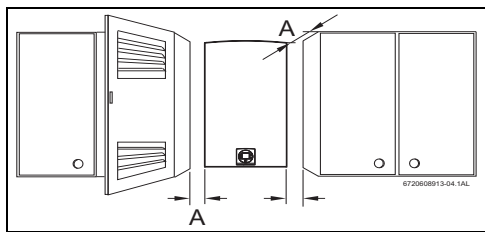

Рис. 21 Минимальные расстояния
- ▶ Соблюдайте минимальные монтажные размеры, указанные на (Рис. 21 ).
- ▶ обеспечьте достаточный доступ для обслуживания с учетом минимальных расстояний, указанных на Рис. 21 .